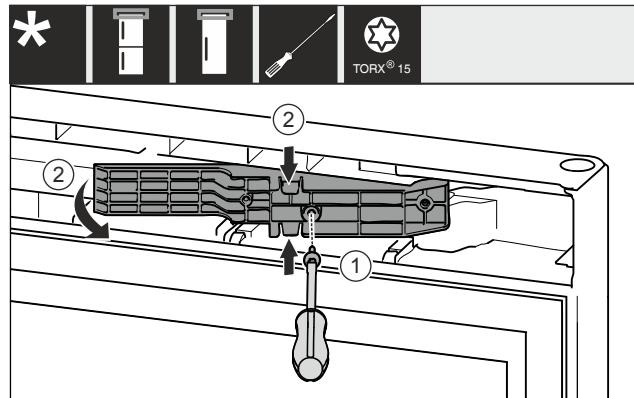

Fig. 12 *
- ▶ Desfaceți șuruburile cu șurubelnită T15. Fig. 12 (1)*
- ▶ Scoateți adaptorul. Fig. 12 (2)*